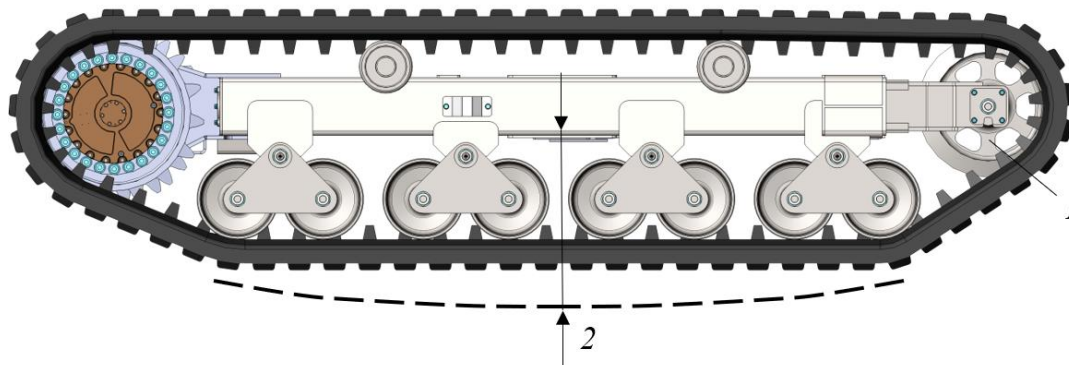

Рисунок 5.12. Проверка натяжения гусеницы
- ▶ Измерить провисание гусеницы. Провисание измеряется от накладке трубы тележки до нижней ветви гусеницы (см. рис. 5.12), оно должно составлять 520 ± 10 мм.